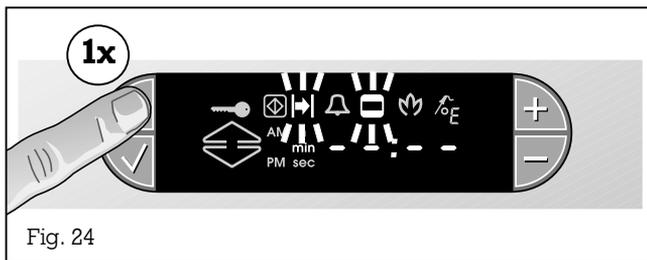

Fig. 24
- Premete una volta il tasto 🕒 (Orologio). Sul display lampeggiano i simboli 🕒 (Durata) e 🕒 (Tempo di cottura), inoltre appaiono dei trattini (significa che non è programmato nessun valore) (Fig. 24).